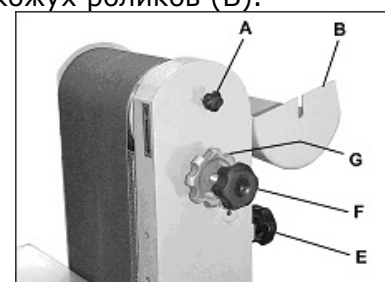

Рис. 14
Откройте зажимную ручку (A, Рис. 14) и откройте кожух роликов (B).
Ослабьте натяжение ленты, используя зажимную ручку (Е, Рис. 14).
Ослабьте зажим ленты (G, Рис. 14).
Ход ленты может быть отрегулирован только с помощью винта точной настройки (F, Рис. 14).